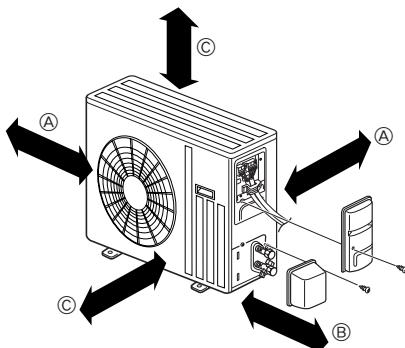

Fig. 3-2
3.2. Unidad exterior (Fig. 3-2)